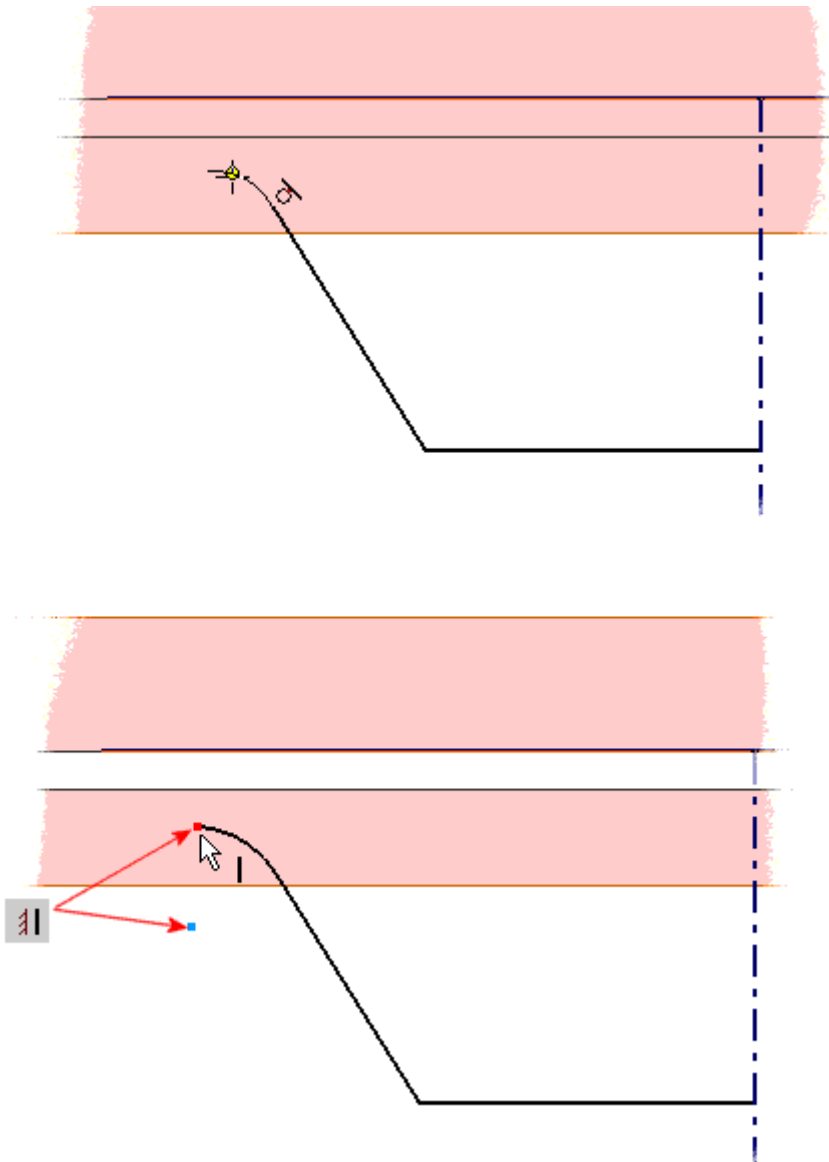

Bild 9: Prägeradius und Abhängigkeiten
7. Fügen Sie, wie in Bild 9 oben gezeigt, einen Bogen an die schräge Linie. Achten Sie auch auf den tangentialen Übergang. Platzieren Sie jetzt noch eine vertikale Abhängigkeit zwischen dem freien Endpunkt des Bogens und dessen Mittelpunkt (siehe Bild 9 unten).